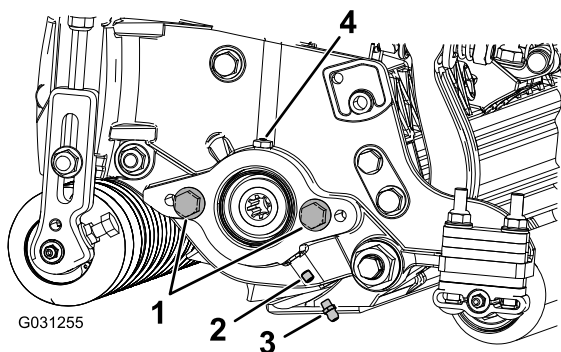

Рисунок 4
1. Выверните и удалите в отходы установочный винт на боковой пластине двигателя барабана (Рисунок 4).
- Установите прямую масленку (Рисунок 4).
- Если на боковой пластине двигателя барабана нет колпачковых винтов, установите их (Рисунок 4).
- Заправляйте консистентной смазкой масленку боковой пластины до тех пор, пока излишки консистентной смазки не выйдут из выпускного отверстия (Рисунок 4).